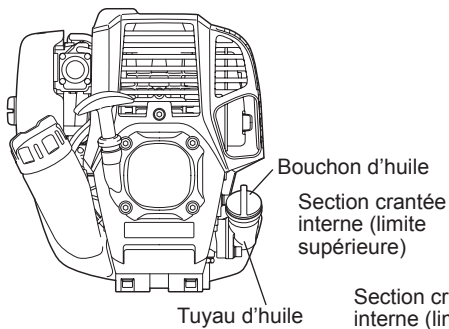
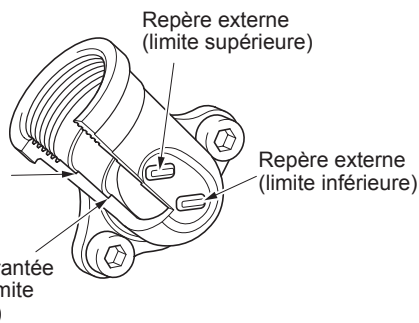

Fig. 1
Fig. 2 Tuyau d'huile
- Placez le moteur de niveau, retirez le bouchon d'huile (Fig. 1) et vérifiez si le niveau d'huile se trouve entre les repères de limites supérieure et inférieure sur le tuyau d'huile (Fig. 2).